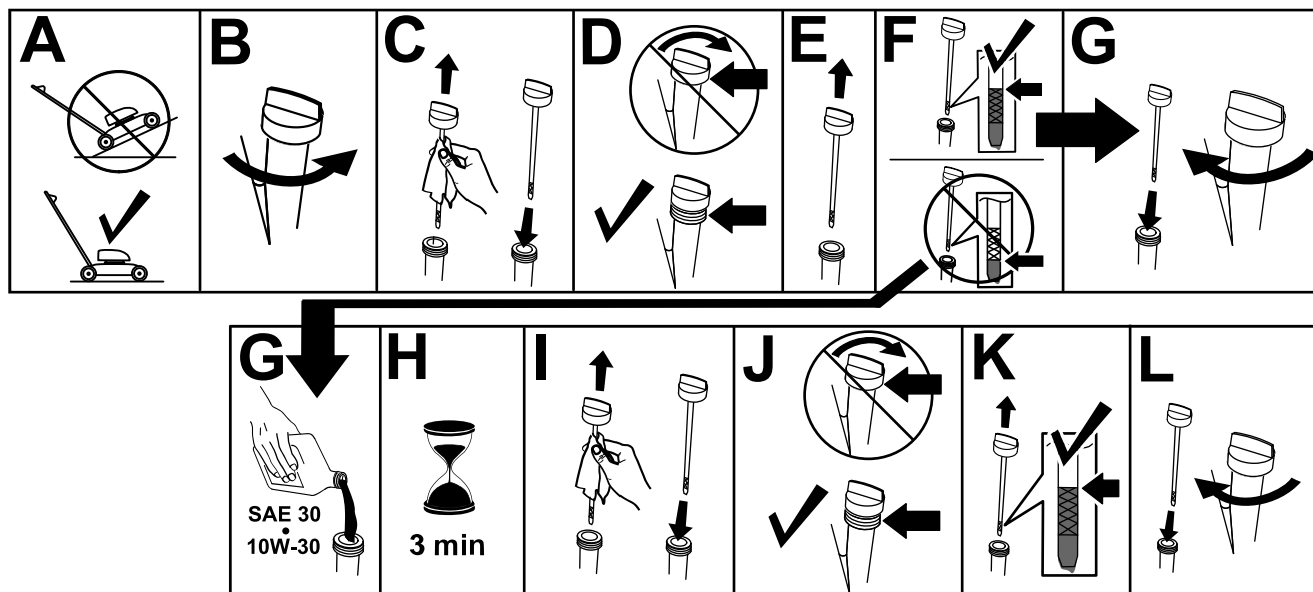

図 11
1. 後部デフレクタを上を開いてその位置に保持する **図 11 A**。
2. 集草バッグを取り付ける。バッグについているピンがハンドルノッチに掛かったことを確認する **図 11 B**。